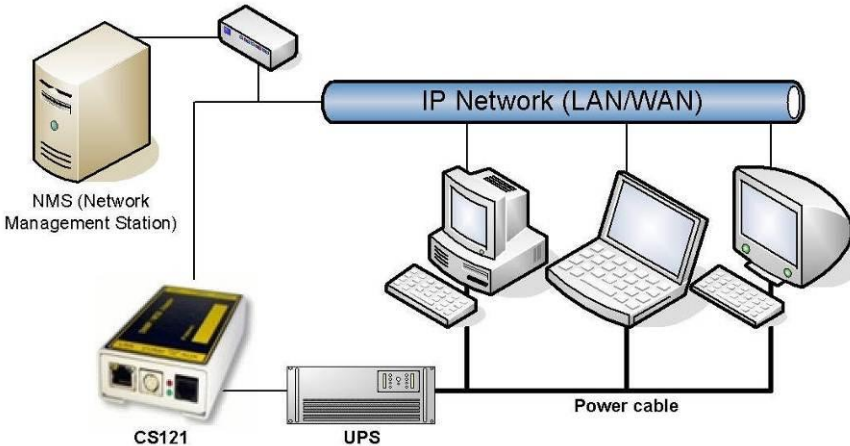
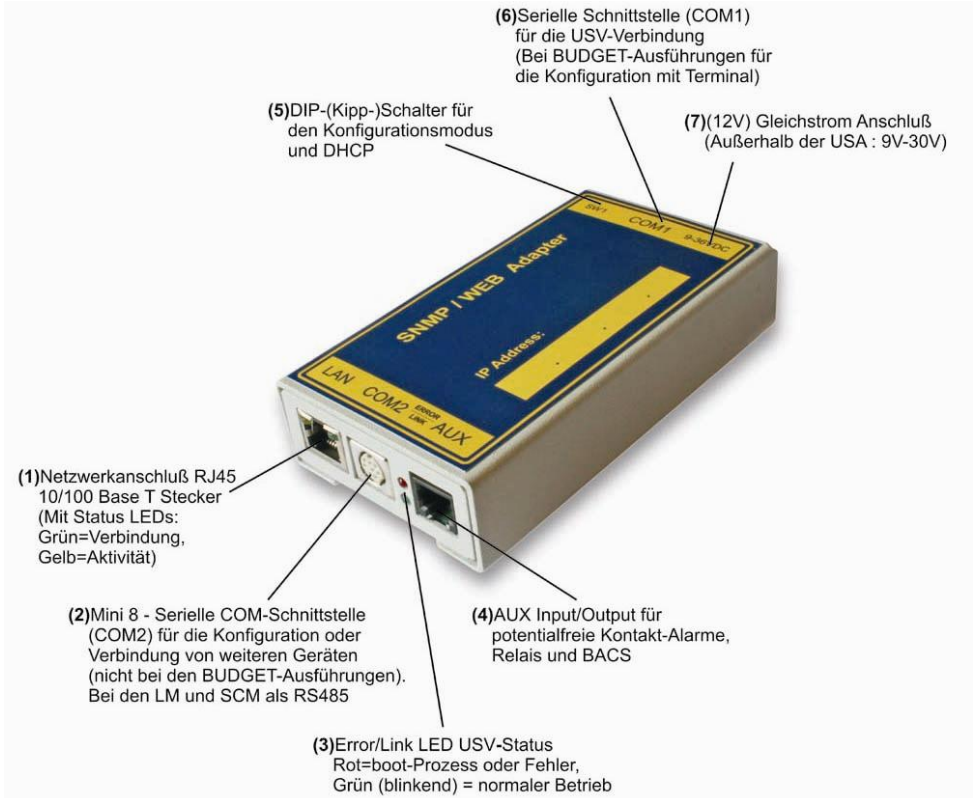

Abbildung 1: CS121 in einer Netzwerk-Umgebung
Abbildung 2: Anschlüsse des CS121
- **(zu Abb. 1, Nr (1): LED-Status der Netzwerkverbindung:** Die LED's, die **in der RJ45-Buchse integriert** sind, (vgl. Abbildung 2:) zeigen Grün, wenn eine Verbindung zum Netzwerk besteht und Gelb bei Netzwerk-Kommunikation. Gelbes Blinken zeigt den Traffic an. Diese gelbe LED sollte nicht ständig an sein, da sonst im Netzwerk erheblicher Broadcast Traffic die Kommunikation stört.
- **(zu Abb. 1, Nr (3): LED-Status des CS121 HW131:** Die folgende Tabelle gilt nur für CS121 HW131. Bei Modellen vor 2006 gibt es den Zustand „rot und grün während Bootphase“ nicht.
- **Abb. 1, Nr (5): DIP-Switches:** Die DIP- (Kipp-) Schalter unterscheiden zwei verschiedene Funktionen: Den Konfigurations- und den Betriebs-Modus und DHCP.
- **(zu Abb. 1, Nr (7): Stromzufuhr:** Ein Netzteil (9-12V DC) versorgt den Adapter mit Strom (nur bei den externen Modellen CS121L, CS121MOD, CS121BL).